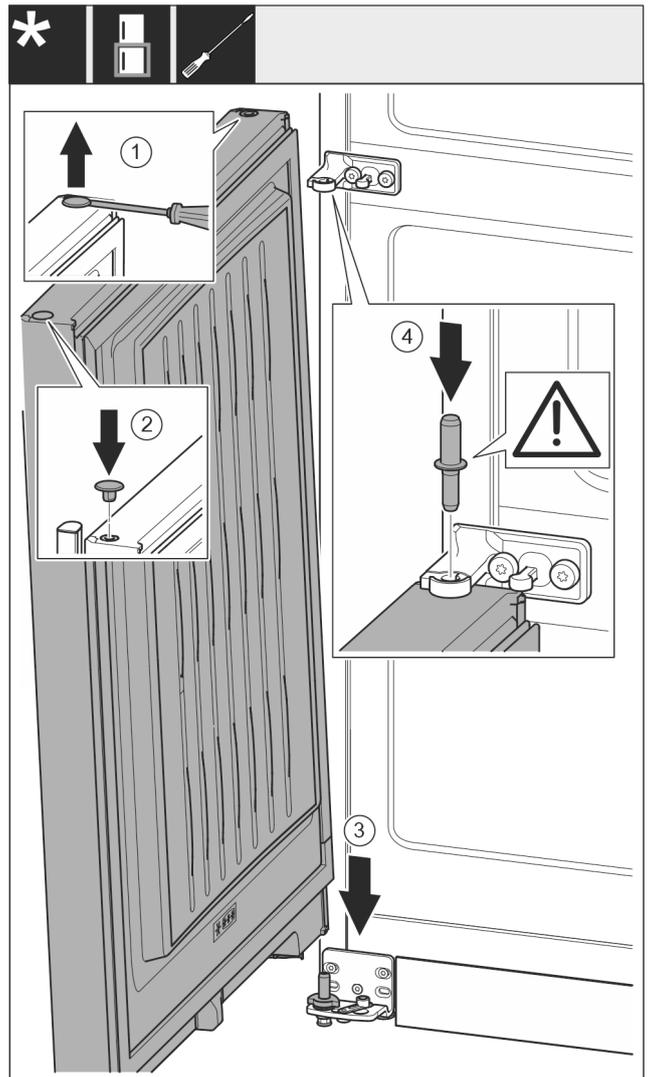

Fig. 20
- ▶ Осторожно приподнимите шлицевой отверткой заглушку Fig. 20 (1) и извлеките ее.
- ▶ Снова установите заглушку Fig. 20 (2) с другой стороны двери.
- ▶ Установите дверь Fig. 20 (3) сверху на нижний опорный палец.
- ▶ Вставьте средний опорный палец Fig. 20 (4) через средний опорный кронштейн в нижнюю дверь. При этом проследите за тем, чтобы выступ фиксатора был направлен назад.